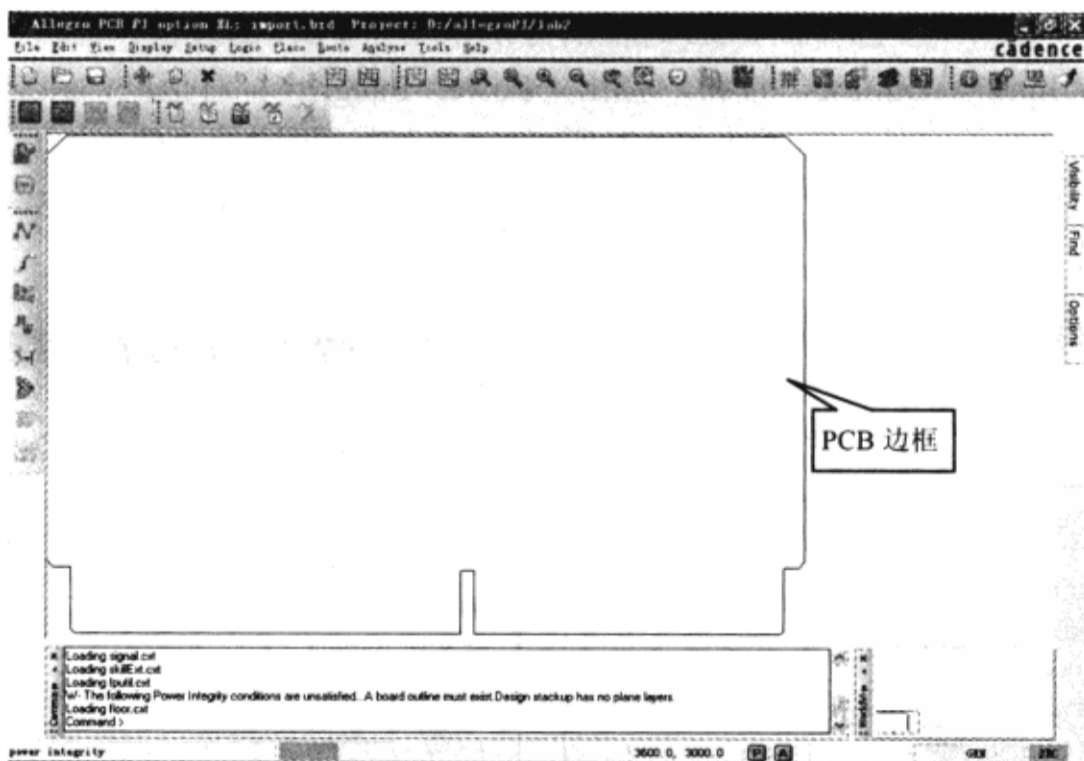

图 8-8-14 以合适的尺寸显示 PCB 边框
(4) 在“Allegro PCB PI option XL”窗口中执行菜单命令“View”→“Zoom Fit”, 就会以一个合适的尺寸来显示 PCB 边框, 如图 8-8-14 所示。